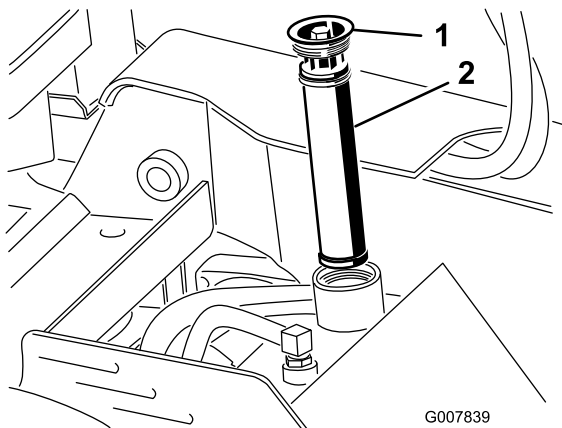

Bild 66
4. Entfernen und entsorgen Sie alten Filter (Bild 66).
5. Setzen Sie den Ersatzhydraulikfilter und den Fülldeckel (Bild 66) ein und ziehen Sie die Schraube oben bis auf 13-15,5 N·m an.
7. Entfernen Sie den Fülldeckel des Hydraulikbehälters und den Filter (Bild 66).
12. Setzen Sie den Hydraulikfilter und den Fülldeckel (Bild 66) ein und ziehen Sie die Schraube oben bis auf 13-15,5 N·m an.